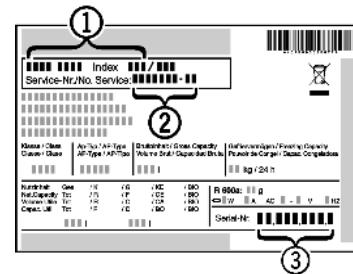

Fig. 43
- Считать обозначение устройства Fig. 43 (1), сервисный номер Fig. 43 (2) и серийный номер Fig. 43 (3) с заводской таблички. Заводская табличка находится внутри устройства слева.